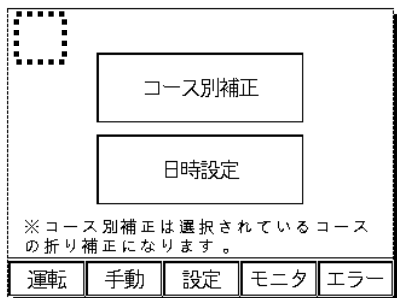
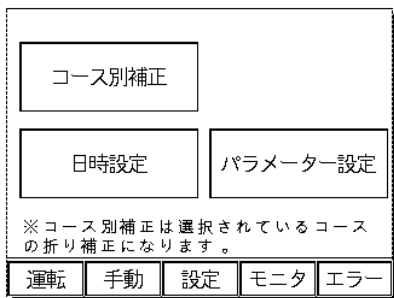

图7-32
图7-33
- ・ 設定メニュー画面(図7-32)の左上角を2秒長押しで、設定画面(図7-33)に **パラメータ設定** を表示します。(一度電源を切ると **パラメータ設定** スイッチは表示されなくなります。)